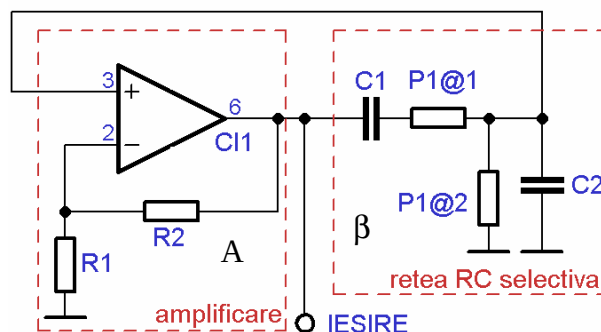

Fig.1 Schema de principiu a oscilatorului armonic cu rețea Wien
Oscilatorul armonic este un circuit electronic ce generează un semnal sinusoidal, pe baza energiei preluate de la sursa de alimentare. În Fig. 1 se prezintă un circuit în care amplificatorul operațional IC1 are două bucle de reacție: una de reacție negativă (R2 și R1 dau amplificarea în tensiune a etajului) și una de reacție pozitivă (ce conține o rețea selectivă realizată cu C1, P1 și C2).
5. Se deconectează generatorul de semnal de la bornele de intrare. Se închid ambele bucle de reacție (reacție pozitivă prin rețeaua Wien și reacție negativă prin R2, P2, R1, RN) – Fig.1. Se vizualizează semnalul de ieșire în punctul de test PT2.